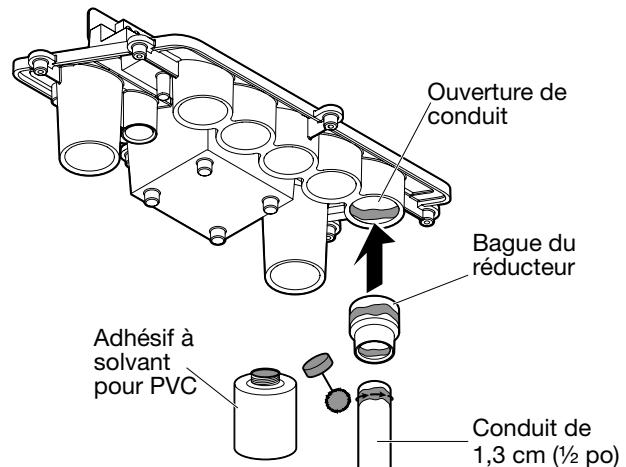

FIG. 7. Utilisation d'un conduit de 1,3 cm (1/2 po)
- c. Pour un conduit de 1,3 cm (1/2 po) (voir FIG. 7) :